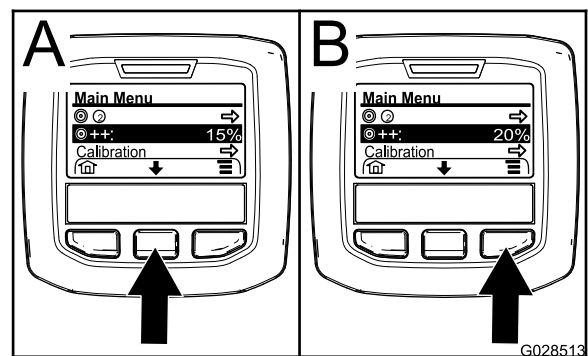

Figura 67
2. En caso necesario, pulse el botón de selección central para destacar el aumento del caudal de aplicación (Figura 67).
Nota: El icono para el aumento del caudal de aplicación mostrará dos signos de (+) a la derecha de una diana (Figura 67).
3. Pulse el botón de selección derecho (Figura 67) para elevar el porcentaje de aumento en incrementos del 5% (máximo del 20%).